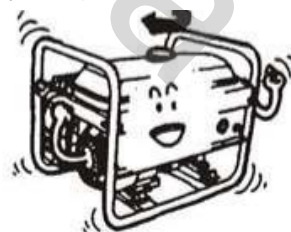

Рис. 16
5.2.4 Закрутити назад ковпачок паливного патрубку та добре затягніть його (Рис. 16).